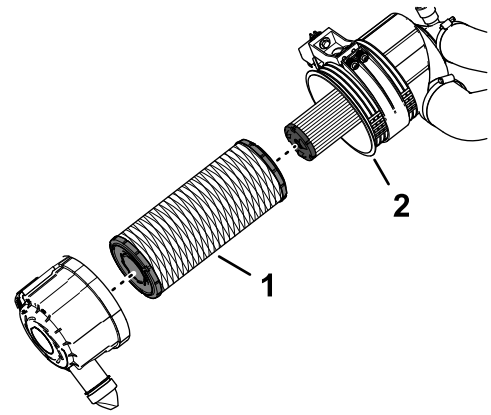

Figura 109
7. Retire el elemento del filtro primario (Figura 109).